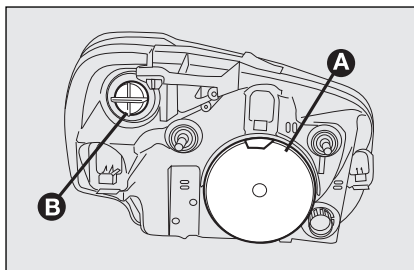
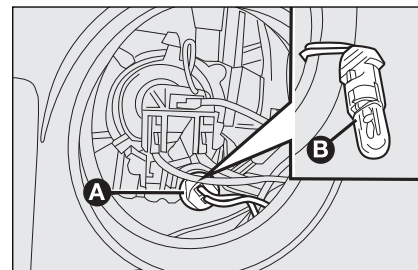

fig. 23
fig. 24
KOPLAMPUNITS fig. 23
- ☐ verwijder het beschermdeksel **A-fig. 23**;
- ☐ draai de lamphouder **A-fig. 24** linksom en verwijder hem;
- ☐ monteer de nieuwe lamp, plaats de lamphouder **A-fig. 24** en monteer het beschermdeksel **A-fig. 23** op de juiste wijze.
- ☐ verwijder het beschermdeksel **A**-fig. 23;
- ☐ haak de borgveer van de lamp los in de richting van de pijlen **fig. 23**;
- ☐ haak de borgveer van de lamp vast en monteer het beschermdeksel **A**-fig. 23 op de juiste wijze.
- ☐ draai het beschermdeksel **B**-fig. 23 linksom;